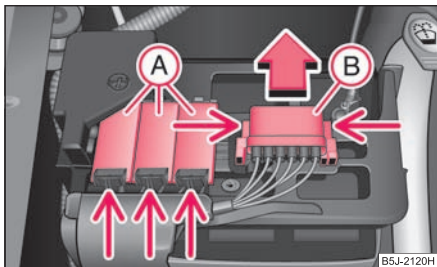

Fig. 210 Bateria: Capacul suportului de siguranțe
- Apăsați elementele de fixare ale capacului suportului de siguranțe (A) ⇒ fig. 210 și deschideți capacul.
- Concomitent apăsați elementele de fixare ale capacului suportului de siguranțe (B) și împingeți capacul în sensul indicat de săgeată.
- Unele autovehicule sunt prevăzute numai cu capacul (B) ⇒ fig. 210. ■